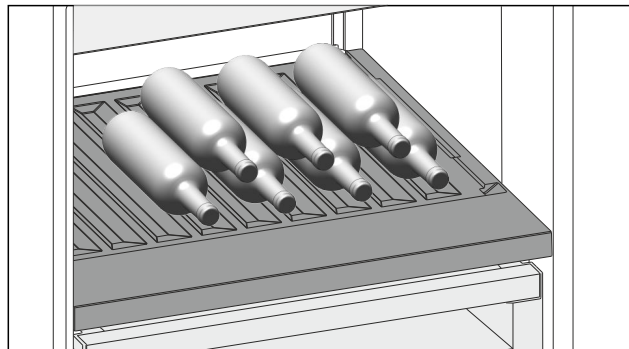

Fig. 167 Simbolična slika
- Steklenice vstavite z dnom proti zadnji steni aparata. (glejte Fig. 167)